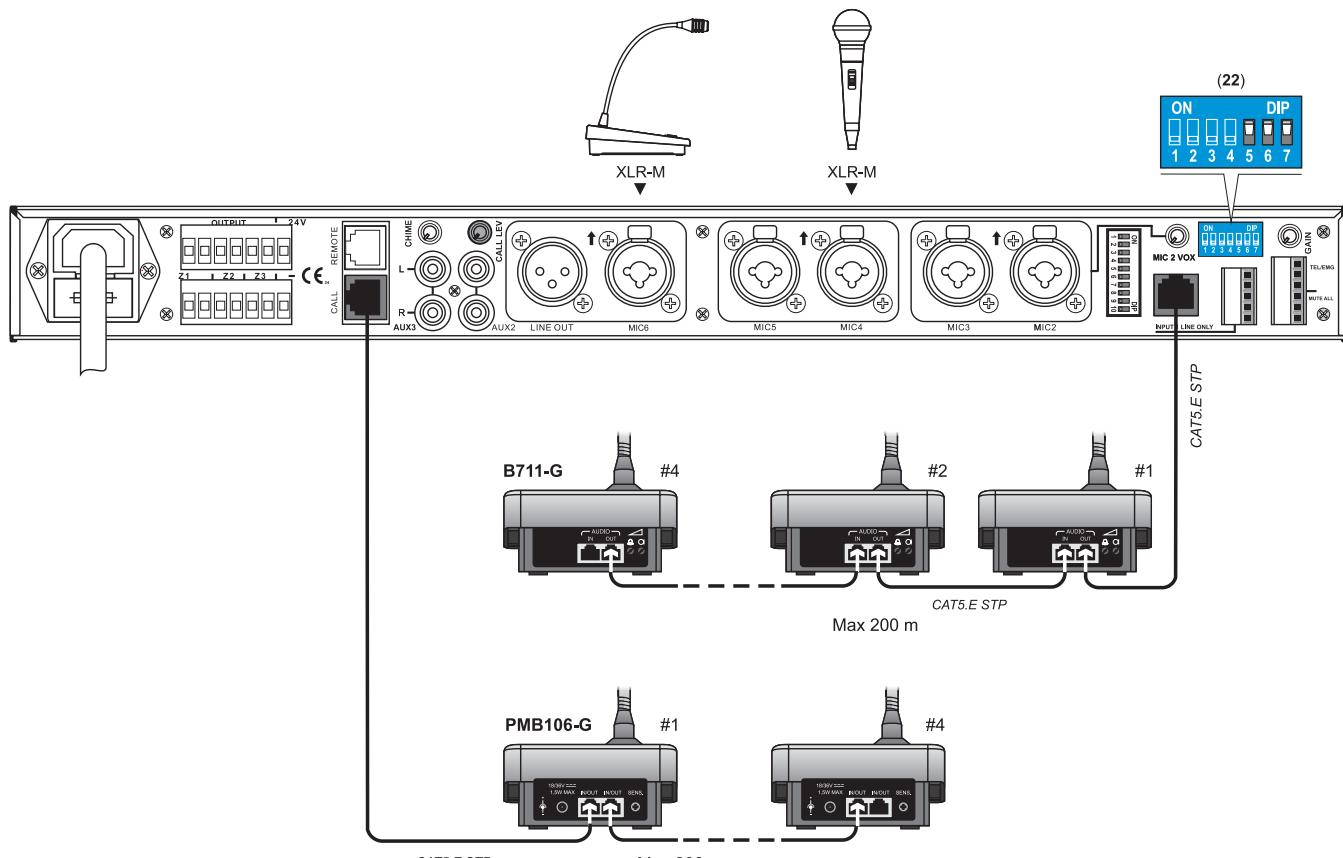

Fig. 4.2.1
Per mezzo dei i micro-interruttori (22) è possibile impostare le zone di uscita sulle quali inviare l'annuncio, (DIP n. **5-6-7**, vedi dettaglio in Fig. 4.2.1).
The micro-switches (22) can be used to set the output zones on which to broadcast the announcement (DIP nos. **5-6-7**, see detail in Fig. 4.2.1).
Quando è utilizzato il contatto di precedenza, l'ingresso è attivo in modalità di chiamata (**CALL**), selezionare le zone di uscita sulle quali inviare l'annuncio per mezzo dei micro-interruttori (22) (DIP n. 5-6-7) > Fig. 4.2.1.
When the priority contact is in use, the input is active in call mode (**CALL**); the micro-switches (22) can be used to set the output zones on which to broadcast the announcement (DIP nos. 5-6-7) > Fig. 4.2.1
Quando è utilizzato il contatto di precedenza o attiva la funzione VOX, è possibile impostare le zone di uscita sulle quali inviare l'annuncio, per mezzo dei micro-interruttori (22). (DIP n. **5-6-7**) > vedi Fig. 4.2.1, pag. 4.
When the priority contact is in use or the VOX function is active, the micro-switches (22) can be used to set the output zones on which to broadcast the announcement. (DIP nos. **5-6-7**) > Fig. 4.2.1, page 4.